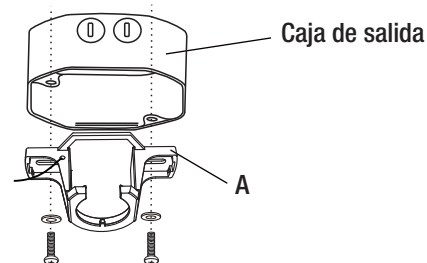

Figura 9
- Asegure el soporte de montaje (A) a la caja eléctrica del techo como se muestra en la Figura 9 utilizando dos tornillos y arandelas (no suministrados). Asegúrese de que el soporte de montaje (A) esté nivelado. Puede necesitar insertar arandelas adicionales (no suministradas) entre la caja de salida y la placa de montaje para nivelar.